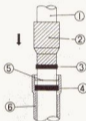
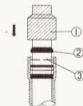
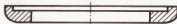

Bild 185
Bild 186
Bild 188
Zwischenbemerkung: Bei dem in Bild 187 gezeigten Gabelholm entstanden dadurch Schwierigkeiten beim Auspressen der Wellendichtung, dass diese sich verkantete hatte. Da spritzte dann eine Menge Öl vorbei, aber der Dichterring rührte sich nicht vom Platz. Abhilfe schaffte der Gleithammer nach Bild 56.13: Wie in Bild 185 angesetzt brachte er die Wellendichtung zunächst in die richtige Position. Eine erneute Druckerzeugung führte dann zum Erfolg.
- Sprengring (18), Verschlussstopfen (19) und Feder (9) ausbauen, im Rohr befindliches Öl entfernen. Verschlussstopfen (19) «kommt» nicht, wenn er sich verkantet. Dann auf die erhöht stehende Seite drücken oder schlagen, um die Verkantung aufzuheben.
- Unter Wellendichtung (5) liegt Distanzring (6), der sich leicht ausbauen lässt, weil er mit grosser Spielpassung eingelegt ist. (Gabel nach unten halten, dann fällt er heraus). Die Einbaulage dieses Rings ist zu beachten: Rundung unten (siehe dazu Bild 188).
- Mit gleichem Werkzeug Distanzring (6) und Wellendichtung (5) einbauen. Einbaulage des Distanzrings ist in Bild 188 gezeigt. Wellendichtung so einbauen, dass Beschriftung nach oben weist. Spezialwerkzeug nach Bild 56.13 sorgt dafür, dass Wellendichtung nicht verkantet. Schief sitzende Wellendichtung dichtet nicht ab, auch nicht, wenn sie ganz neu ist! Den Montagevorgang zeigt Bild 185.
- Sprengung (4) in die vorgesehene Nut einsetzen.
- Staubdichtung (3) montieren (mit umgekehrt angesetztem Gleithammer eintreiben, siehe Bild 186).
- Feder (9), Federteller (21), kurze Feder (8) und Verschlussstopfen (19) mit O-Ring montieren und mit Sprengring (18) sichern.
- Faltenbalg (46) aufziehen.